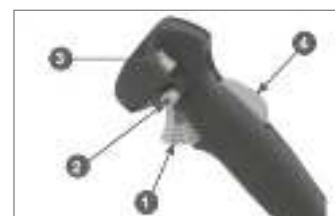

Рис. 7
5. Нажмите одновременно на рычаг газа 1 и предохранительный рычаг 4 так, чтобы рычаг газа прошел примерно  $\frac{1}{2}$  своего хода и заблокируйте его нажав на фиксатор 2. (Рис. 7)
8. После запуска переведите двигатель в режим холостого хода. Для этого нажмите на рычаг газа 1 (Рис. 7) и отпустите его. Фиксатор 2 (Рис. 7) при этом освободит от блокировки рычаг газа, рычаг газа встанет в положение холостого хода. Прогрейте двигатель на холостых оборотах в течение около 30-60 секунд.